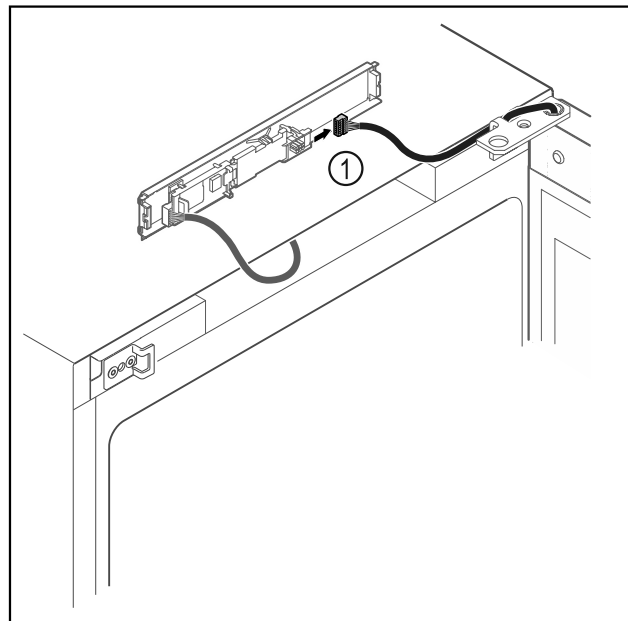

Fig. 10
- ▶ Odvojite utikač Fig. 10 (1) od tiskane pločice.